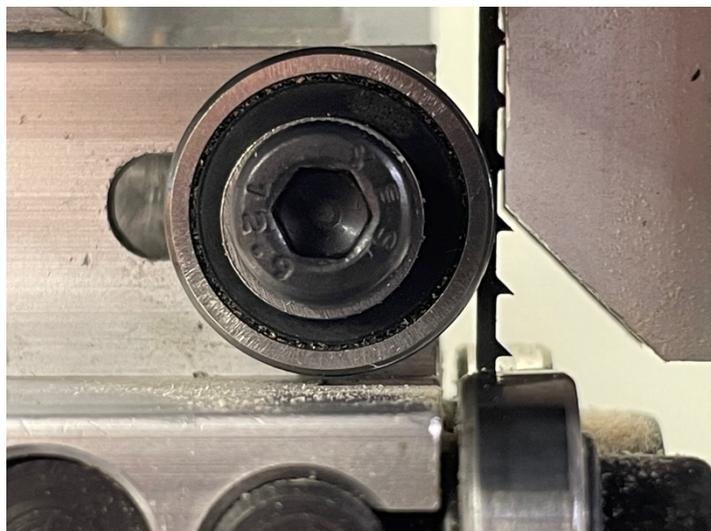

Figure 14
- Le réglage final s'effectue en desserrant la vis du roulement et en le faisant avancer contre le ruban jusqu'à ce que le talon du ruban soit guidé à l'intérieur de la rainure du roulement. (Fig 14)